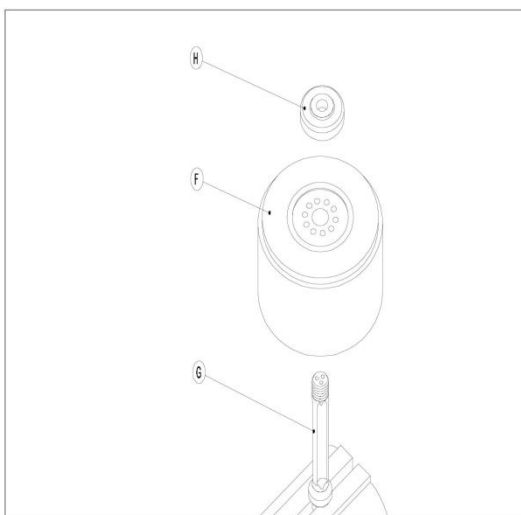

图 17
2) 把阀体装到排液阀芯的导向面上，把进液阀及密封面向下装到阀体上了。( 见图 17 )
2) 把排液阀芯 ( G ) 用钳子夹住然后装上阀体 ( F ) 和进液阀板 ( H )。( 见图 17 )